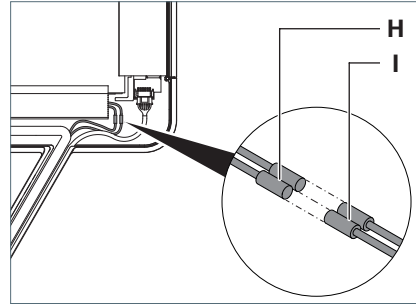

Fig. 5: Leuchtenkopf anschließen, Teil 1.
- ▶ Verbinden Sie die beiden Stecker **H** mit den Buchsen **I** im Leuchtenkopf, siehe Fig. 5.